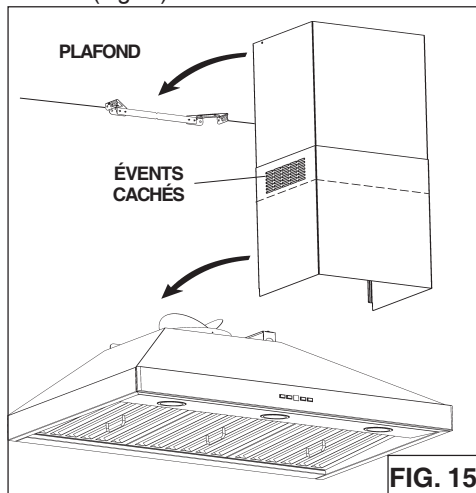

FIG. 15
5. Installez carneau décoratif supérieur et inférieur sur la hotte. Les événements sont dissimulés sur les plafonds de 8 pieds. Vents peut-être exposés à des plafonds de 9 pieds (Fig.15).